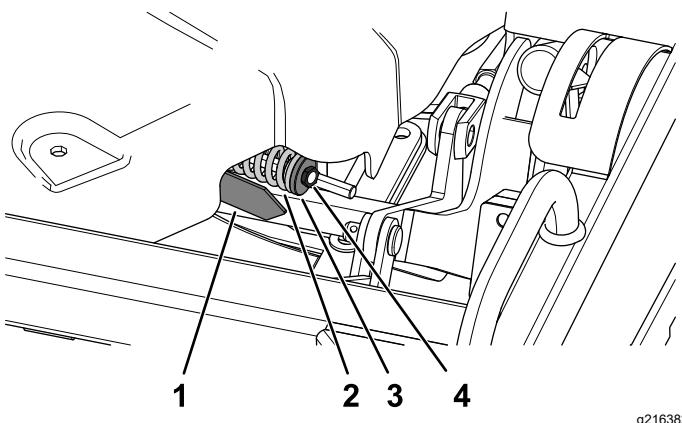

Figura 132
4. Allentate o serrate il controdado, fino a quando la freccia dell'indicatore della tensione non si allinea con la superficie esterna della rondella (Figura 132).